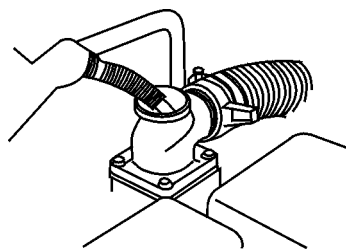

Fig. 29 – Limpando a bomba
- f. Coloque água limpa na bomba (fig. 29) para promover a limpeza de possíveis resíduos. Aguarde até que toda a água escorra.